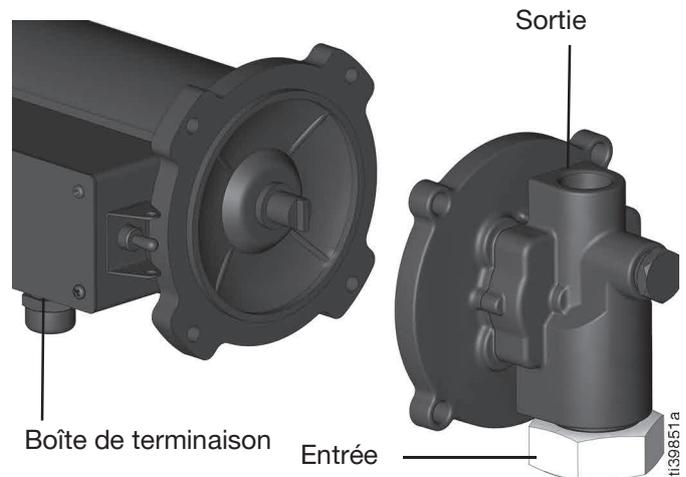

FIG. 6
- La boîte de terminaison du moteur doit être positionnée entre la sortie et l'entrée de la pompe (FIG. 6).